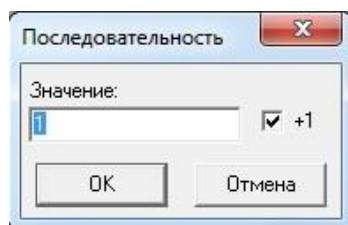

Рисунок 54 – Форма «Последовательность»
3.2 Нажать кнопку . Программа предоставляет форму «Последовательность» (см. Рисунок 54). Установить значение поля «Значение» для задания порядкового номера зоны в задании.
- 3) снять галочку в поле «+1» (см. Рисунок 54);